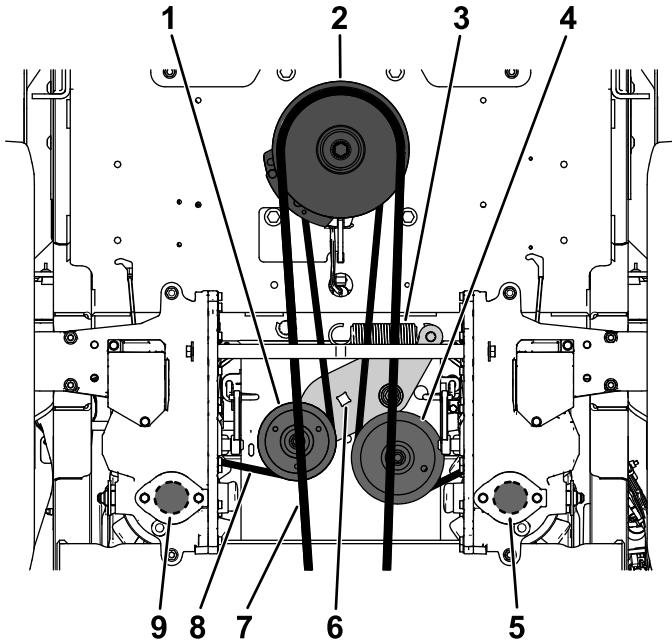

Figure 88
5. Insérez un rochet de $\frac{1}{2}$ pouce ou une poignée articulée dans les trous carrés du bras de la poulie de tension pour détendre le ressort de la poulie de tension (Figure 88).
6. Retirez la courroie existante de la poulie de tension, des 2 poulies d'entraînement de pompe hydraulique et de la poulie du moteur (Figure 88).
7. Chaussez la courroie neuve sur la poulie de tension, la poulie du moteur et les 2 poulies de la pompe hydraulique (Figure 88).